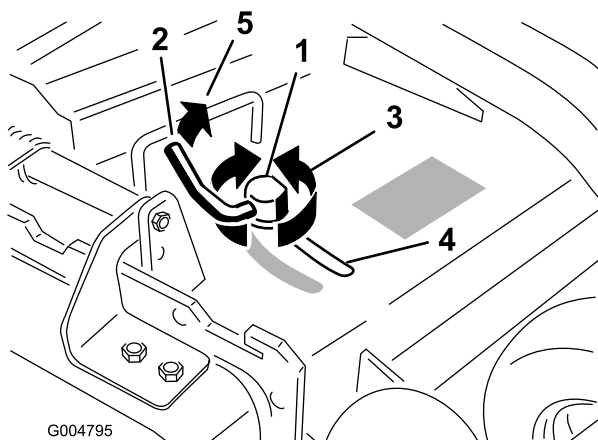

Figura 16
3. Para ajustar el bloqueo de leva, levante la palanca para aflojar el bloqueo de leva (Figura 16).
5. Devuelva la palanca a su posición original para apretar el deflector y el bloqueo de leva (Figura 16).